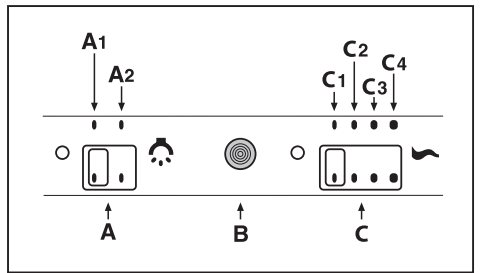

Fig.9
• **Comandi slider (Fig.9)** la simbologia è di seguito riportata: